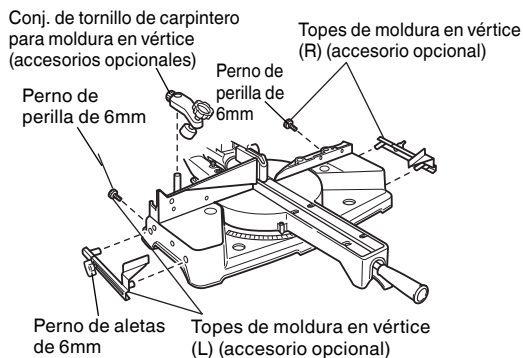

Fig. 44
(1) Las topes de moldura en vértice (L) y (R) (accesorios opcionales) permiten facilitar los cortes de la moldura en vértice, sin inclinar la hoja de sierra. Instálelas en ambos lados de la base, tal como se muestra en la Fig. 44. Después de la inserción, apriete el perno de perilla de 6mm para asegurar los topes de moldura en vértice.